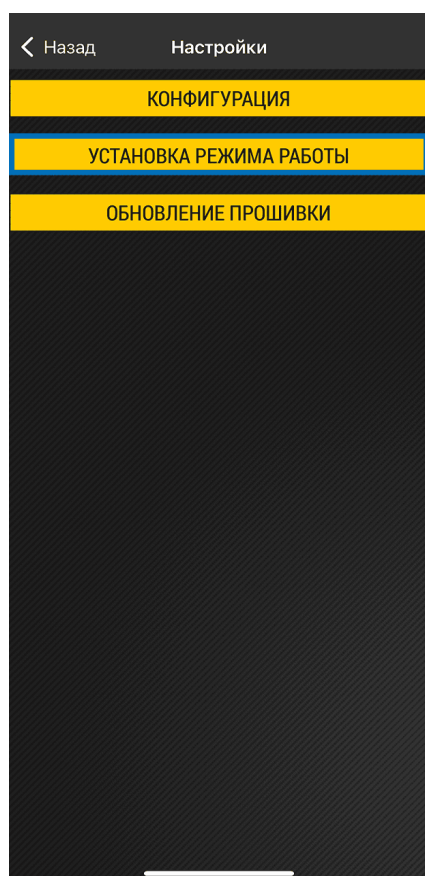

Рис.44. Установка режима работы
3. Далее выберите в приложении Настройки | Установка режима работы (Рис.44).